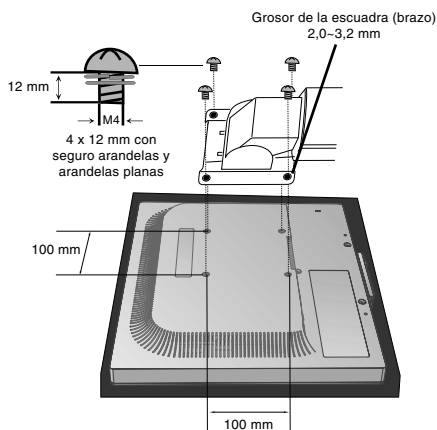

Figura F.1
2. Utilice 4 tornillos y fije el soporte al monitor (Figura F.1).